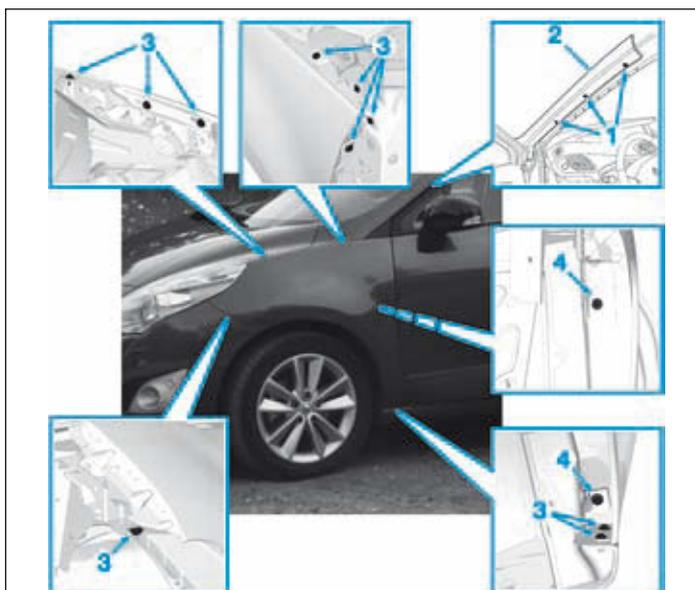

FIG.98
- les vis de l'enjoliveur de montant de baie (1) (Fig.98),
- l'enjoliveur de montant de baie (2),
- les vis (3),
- les écrous (4),